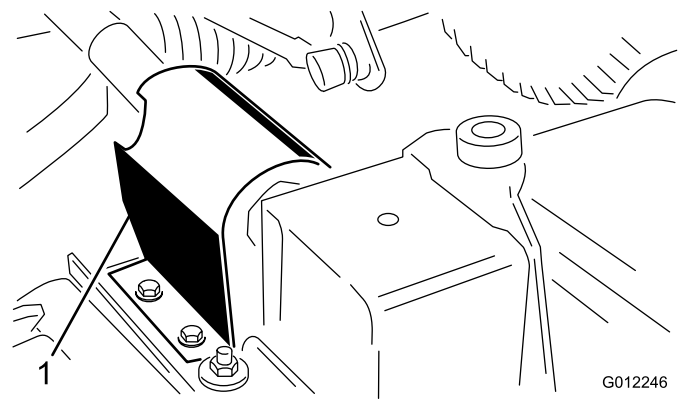

図 8
2. PTO シールドをカッティングユニットのギアボックス取り付けプレートの上部に固定しているタップねじ2本を外して、シールドを取り外す 図 8。